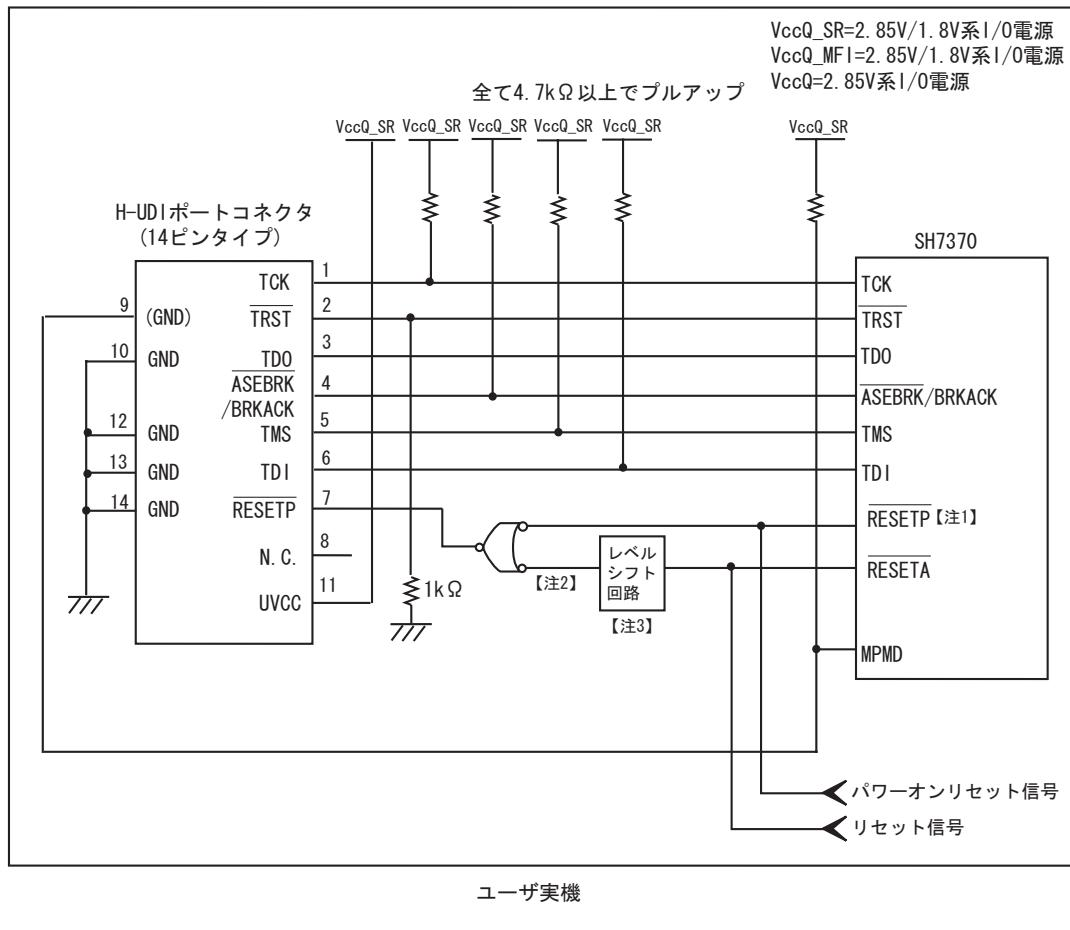

図 1.6 E10A-USB 使用時の H-UDI ポートコネクタ - チップ間の推奨接続例(14 ピンタイプ)
5. /RESETP および/RESETA は図 1.6 を参照し、必要に応じて接続してください。
E10A-USB エミュレータ使用時の H-UDI ポートコネクタ(14 ピンタイプ)とチップ間の推奨接続例を図 1.6 に示します。
- 図 1.6 は、E10A-USB 接続時 "0"(GND 接続)になるように、E10A-USB のユーザインターフェースケーブルを接続した時、GND となる回路例です。
7. 図 1.6 に記載されている抵抗値は、参考値です。
- 図1.6の回路を組んだ場合のE10A-USBエミュレータのスイッチ設定：SW2=1, SW3=1